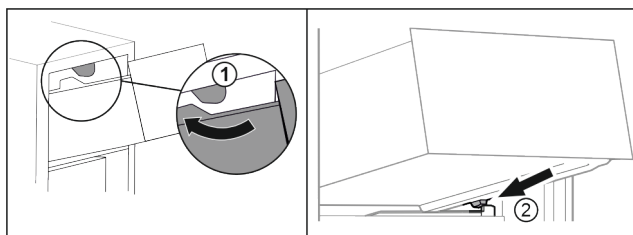

Fig. 133
- Ved'te zásuvku podél horních zarážek. Fig. 133 (1)
- Nasad'te zásuvku šikmo za dolní zarážky na žebrování na nádoby. Fig. 133 (2)